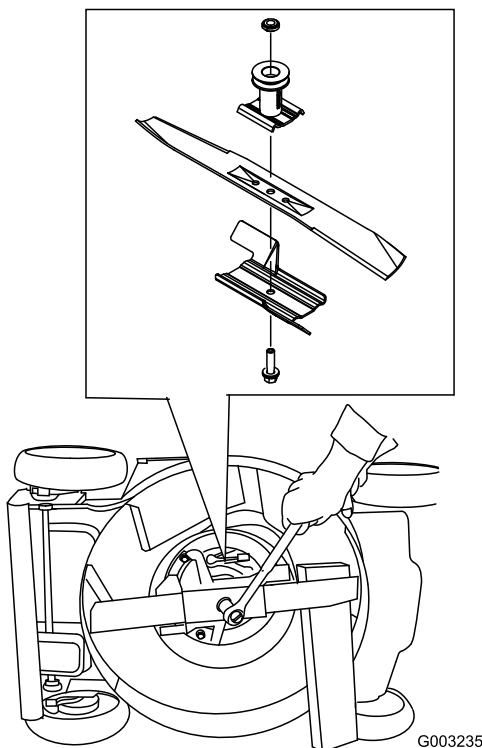

Figure 40
3. Immobilisez la lame avec un morceau de bois (Figure 40).